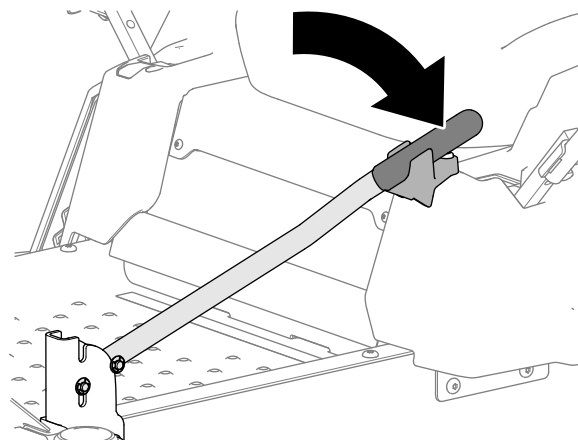

Figure 12
2. Faites pivoter et baissez la poignée de maintien, comme montré à la Figure 12.